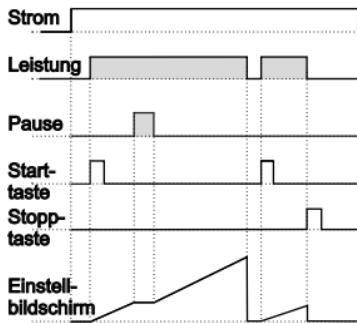

Abbildung 1.3
1.2.1 Wenn Aufwärtszählen $\text{dEct} = 0$ und $\text{outF} \text{ b-n}$ ist, wird das Regelschema in Abbildung 1.3 gezeigt.